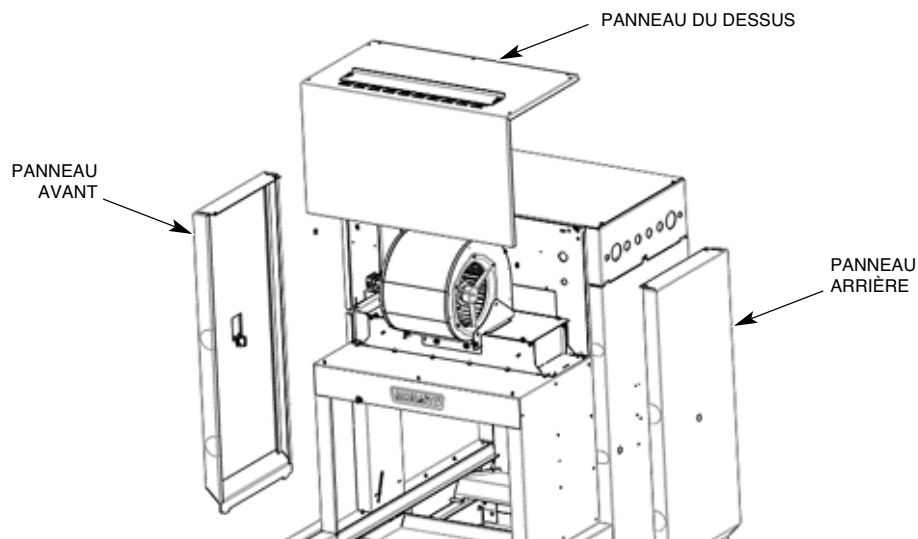

Fig. 20
1. Retirez les panneaux du couvercle du séchoir : le panneau avant, arrière et du dessus (Fig. 20).